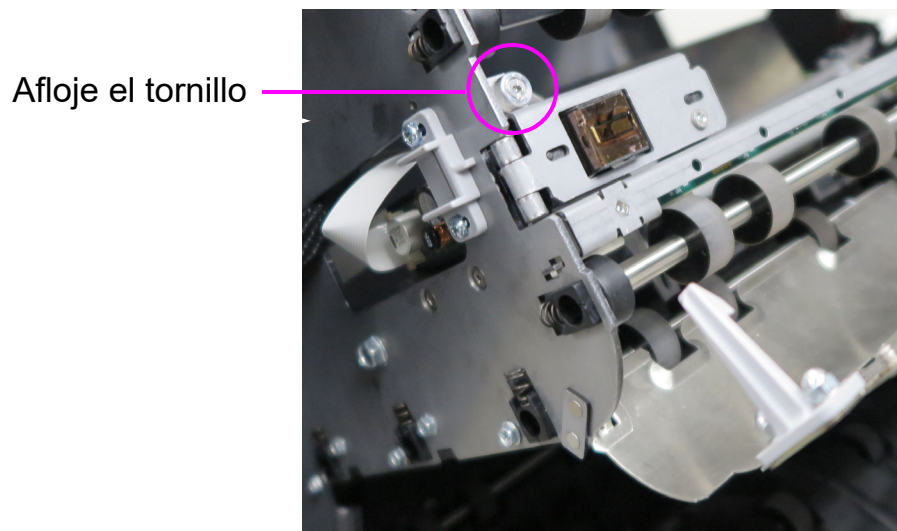

Figura 5-3: Localización del tornillo
3. Afloje el tornillo que se muestra en Figura 5-3.